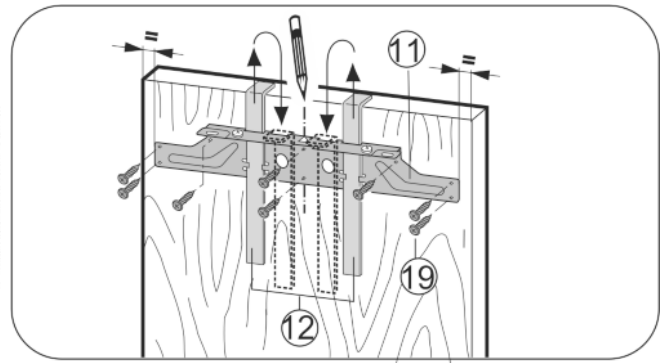

Fig. 18
- Befestigungstraverse Fig. 18 (11) mit den Montagehilfen Fig. 18 (12) auf die Innenseite der Möbeltür hängen.
- Befestigungstraverse Fig. 18 (11) mittig auf der Tür ausrichten.\*
- Die Befestigungstraverse Fig. 18 (11) mit mindestens 6 Schrauben Fig. 18 (19) festschrauben.
- Befestigungstraverse Fig. 18 (11) mit 4 Schrauben Fig. 18 (19) am Rand festschrauben.
- Montagehilfen Fig. 18 (12) nach oben herausziehen und in die danebenliegenden Aufnahmeöffnungen gedreht einschieben.